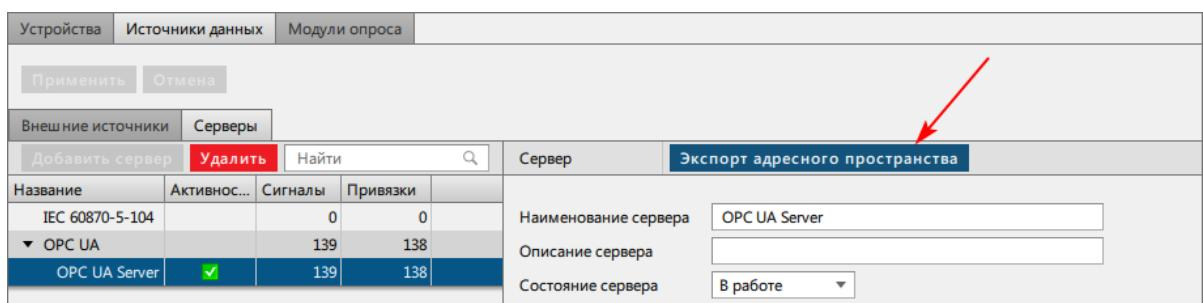

Рисунок 228 - Экспорт адресного пространства
- Выполните Экспорт адресного пространства и загрузите на устройство, которому будут передаваться данные (Рисунок 228).